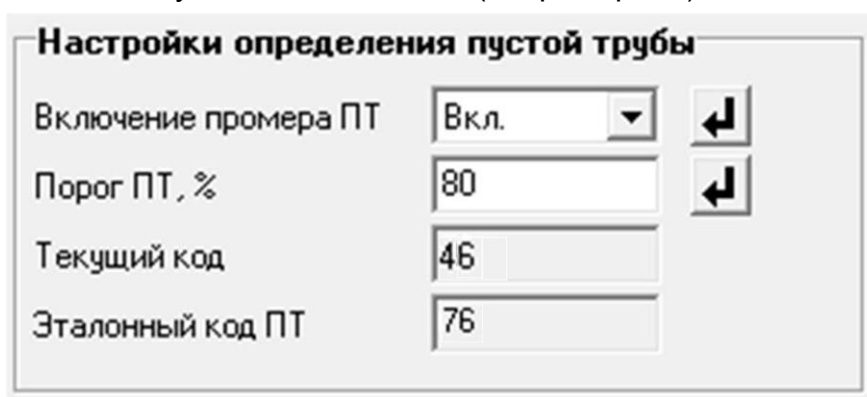

Рис.7. Вид группы «Настройки определения пустой трубы».
- на вкладке **Настройки определения пустой трубы** (см. рис.7) прочитать значение параметра **Эталонный код ПТ** в условных единицах (например, 76) и прочитать значение параметра **Текущий код** в условных единицах (например, 46);